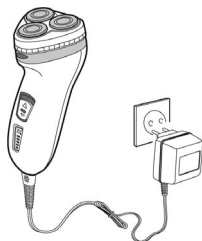

Рис. 2
вставьте разъем зарядного устройства (9) в гнездо зарядки из нижней стороны корпуса и включите зарядное устройство в сеть (Рис.2), при этом загорится индикатор зарядки (8);